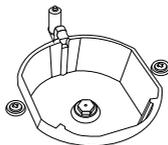
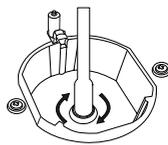

Figura 4
Figura 5
2. Rimuovere l'ugello (figura 4) dal bruciatore con lo speciale cacciavite per l'ugello e installare un nuovo ugello. (figura 5)